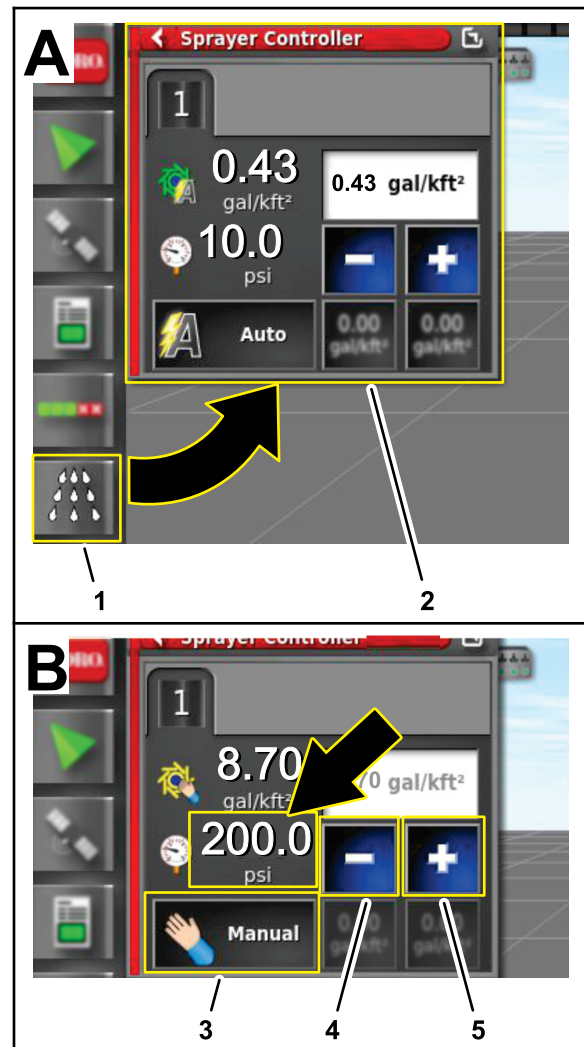

Figura 202
4. En la consola de control GeoLink, pulse el icono CONTROLADOR DE CAUDAL DE FUMIGACIÓN (Figura 202).
5. En el cuadro de diálogo Controlador del caudal de fumigación, pulse el icono MODO DE CONTROL DE CAUDAL hasta que aparezca el modo manual (Figura 202).
6. Presione el icono Reducir (-) o Aumentar (+) para ajustar la presión del sistema de fumigación (Figura 202) a 13.75 bar (200 psi).